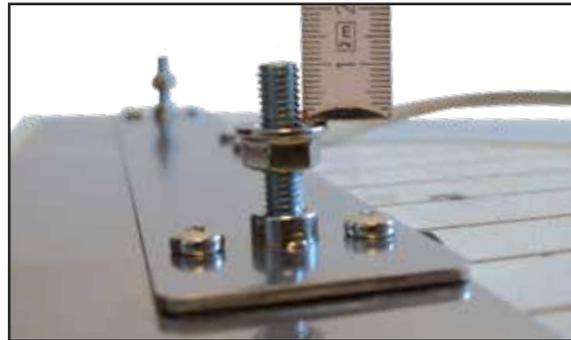

Abb. 05: untere Gewindebolzen
4. Auf die beiden unteren Gewindebolzen des Heizers (Kabelseite) je eine der demontierten Sechskantmutter (Flansch zeigt in Richtung Standfußteil) so aufschrauben, dass 11 mm des Gewindebolzens überstehen (Abb. 05).